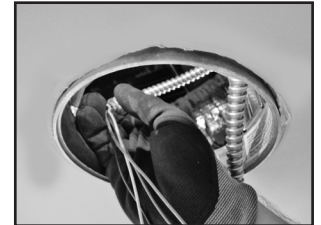

Figura 12.
8. Pase los cables de alimentación desde la unidad del controlador adaptador a través del expulsor que se extrajo en la caja de derivación e inserte el conector de colocación a presión en la caja de derivación (Figura 12).